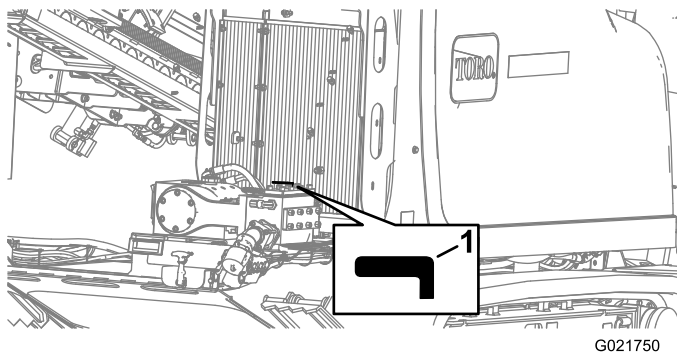

Figura 154
- Gire la válvula del fluido de perforación en sentido horario a la posición de Cerrado (Figura 154).